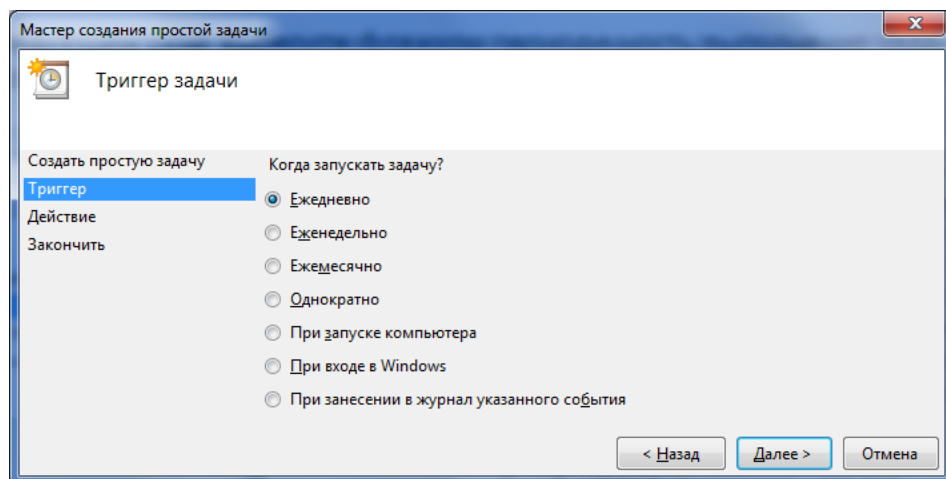

Рисунок 8.31 — Выбор периодичности выполнения задания
- В следующем окне выберите флажком периодичность выполнения задания и нажмите кнопку *Далее* (см. рисунок 8.31).